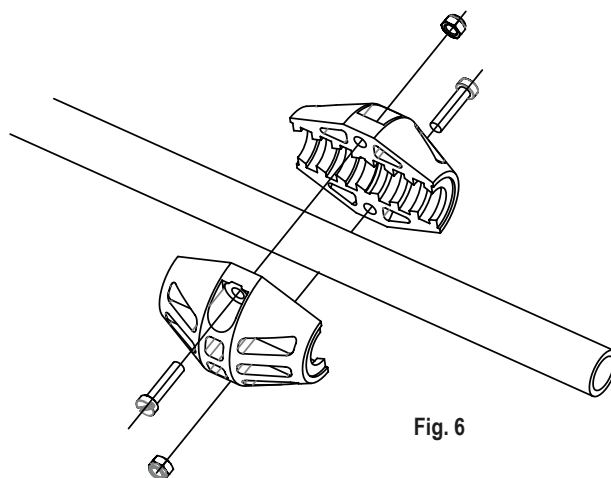

Fig. 6
4. Pass the hose end through the roller outlet to the desired length, lock the spool with the ratchet in the nearest position and place the hose stopper (fig. 6).
4. För ut slangändan genom utloppet och spärra trumman. Montera slangstoppet på önskad längd från slangändan (fig. 6).
4. Pase el extremo de la manguera a través de la salida para manguera la longitud deseada y deje el tambor trincado en la posición más cercana, finalmente coloque el tope manguera (fig. 6).
7. Pass the hose end through the roller outlet to the desired length, lock the spool with the ratchet in the nearest position and place the hose stopper (fig. 6).
7. För ut slangänden genom utloppet och spärra trumman. Montera slangstoppet på önskad längd från slangändan (fig. 6).
7. Pase el extremo de la manguera a través de la salida para manguera la longitud deseada y deje el tambor trincado en la posición más cercana, finalmente coloque el tope manguera (fig. 6).
5. För ut slangänden genom utloppet och spärra trumman. Montera slangstoppet på önskad längd från slangändan (fig. 6).